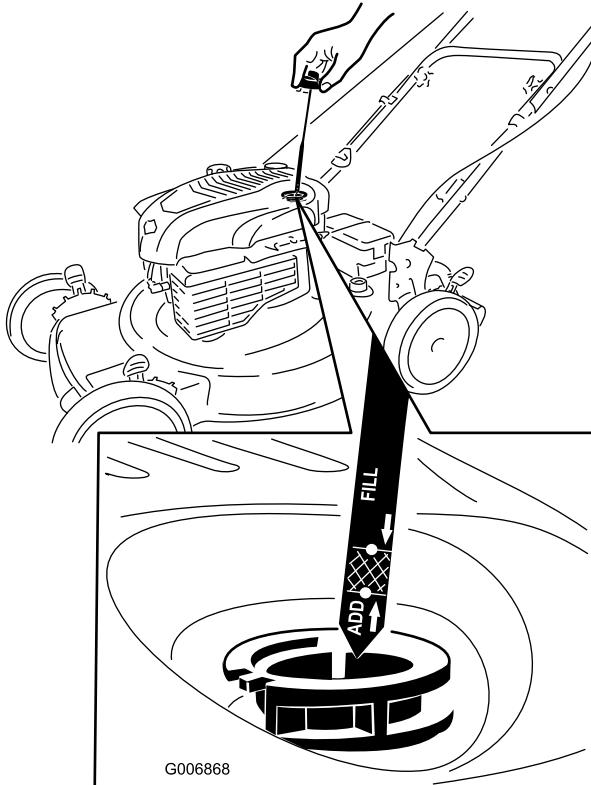

Figure 12
1. Retirez la jauge, essuyez-la sur un chiffon et remettez-la dans le goulot de remplissage (Figure 12).
2. Sortez de nouveau la jauge et contrôlez le niveau d'huile (Figure 12). Si le niveau n'atteint pas le repère **minimum** (Add) de la jauge, versez lentement suffisamment d'huile dans le goulot de remplissage pour faire monter le niveau au repère **maximum** (Full). **Ne remplissez pas excessivement.** (Remplissage max. : 0,59 l (20 onces), type : huile détergente SAE 30W de classe de service API SF, SG, SH, SJ, SL ou supérieure.)